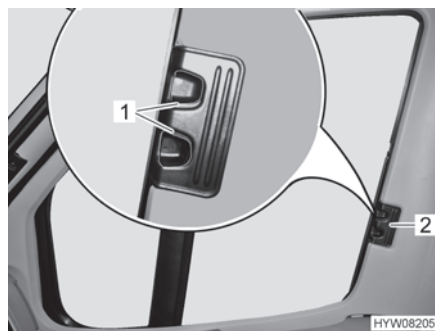

Fig. 78 Tendina oscurante pieghevole per il finestrino del conducente/passeggero
- Premere le maniglie di sbloccaggio (Fig. 78,1) e mantenerle premute.
- Con la levetta (Fig. 78,2) tirare le tendine oscuranti pieghevoli per il finestrino del guidatore e del passeggero verso l'altro lato della finestra e congiungerle alle strisce magnetiche.
- Inserire fino all'arresto le tendine oscuranti pieghevoli per il finestrino del guidatore e del passeggero per la maniglia (Fig. 78,2).
- Rilasciare le maniglie di sbloccaggio (Fig. 78,1) e mantenerle innestate.